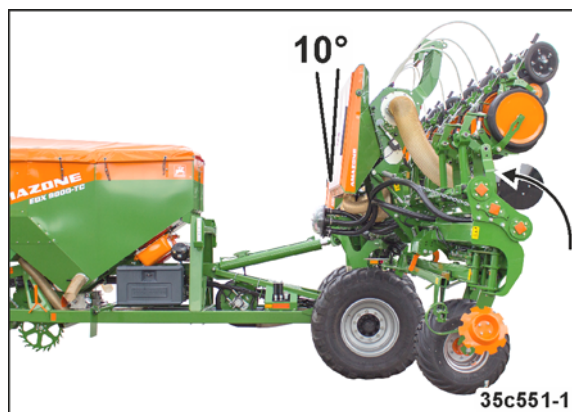

Fig. 278
14. Aktivér traktor-traktorstyreenheden *gul*, indtil hækrammen står ca. 10° før lodret stilling (se Fig. 278).
Korriger evt. hækrammens hældning (se Fig. 278).